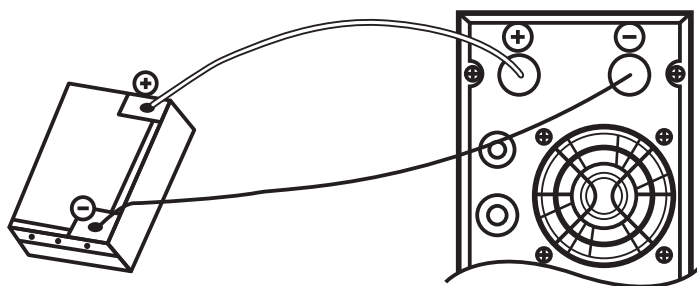
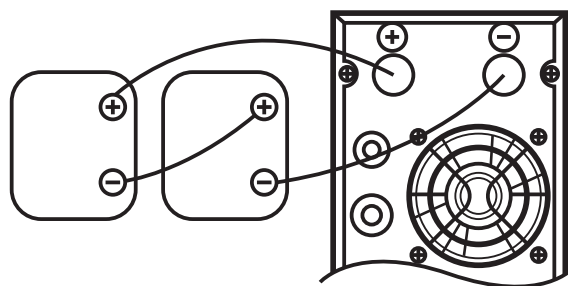

Рисунок 1. Подключение модели 600
Рисунок 2. Подключение модели 2000
1) Подключение аккумуляторной батареи (см. Рисунок 1 и Рисунок 2):